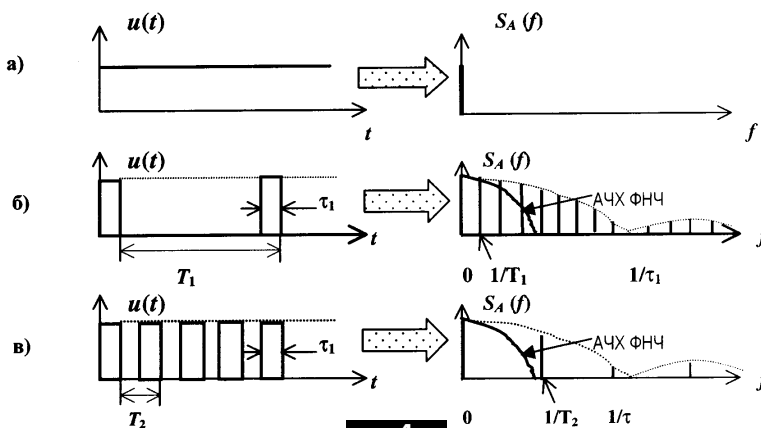

рис. 4
Рассмотрим примеры зависимости спектра дискретизированного постоянного сигнала (**рис.4,а**) от параметров дискретизации (**рис.4,б**).
1. Пусть сигнал - постоянное напряжение, тогда его спектр - линия на частоте $f = 0$ (рис.4,а). Если дискретизировать функцию с помощью АИМ сигналов с периодом T_1 , то спектр - периодический. Из рис.4,б видно, что при выбранных T_1 и τ_1 получен классический спектр последовательности видеосигналов. При уменьшении периода дискретизации $T_2 = T_1/4$, (рис.4,в) спектр становится реже.
Для случая на рис.4,б период дискретизации мал, а для случая на рис.4,в - оптимально: выделяется сигнал с исходной частотой.